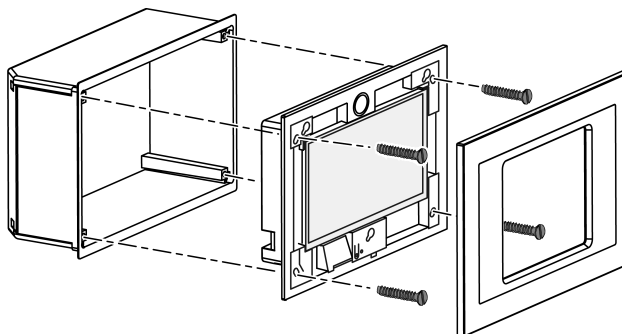

Figure 3: Montage dans boîtier encastrable
- i** Recommandation : monter à hauteur des yeux pour permettre une lecture optimale. Pour le montage, utiliser le boîtier encastrable Control-9 (Figure 3).